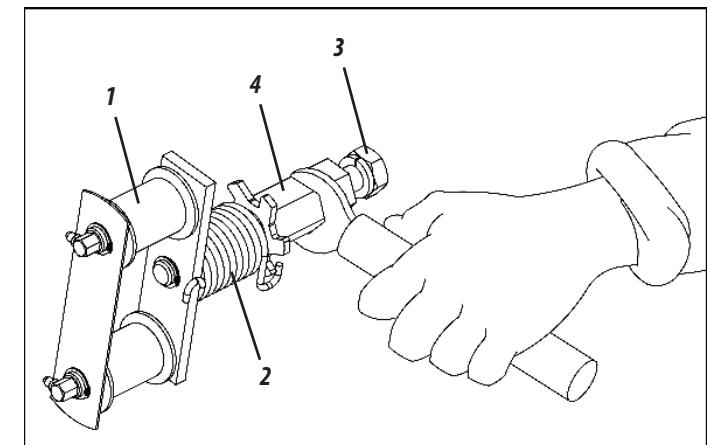

Figura 66
ESTICADOR OSCILANTE (FIGURA 66)
O esticador (1) é dotado de mola de torção (2) para maior flexibilidade do mesmo. Se necessário maior pressão no esticador, solte a porca interna (3) do mesmo , gire o eixo (4) passando o engate da mola (2) para o outro dente da roseta do eixo e reaperte novamente a porca interna (3), **conforme mostra a figura 66.**